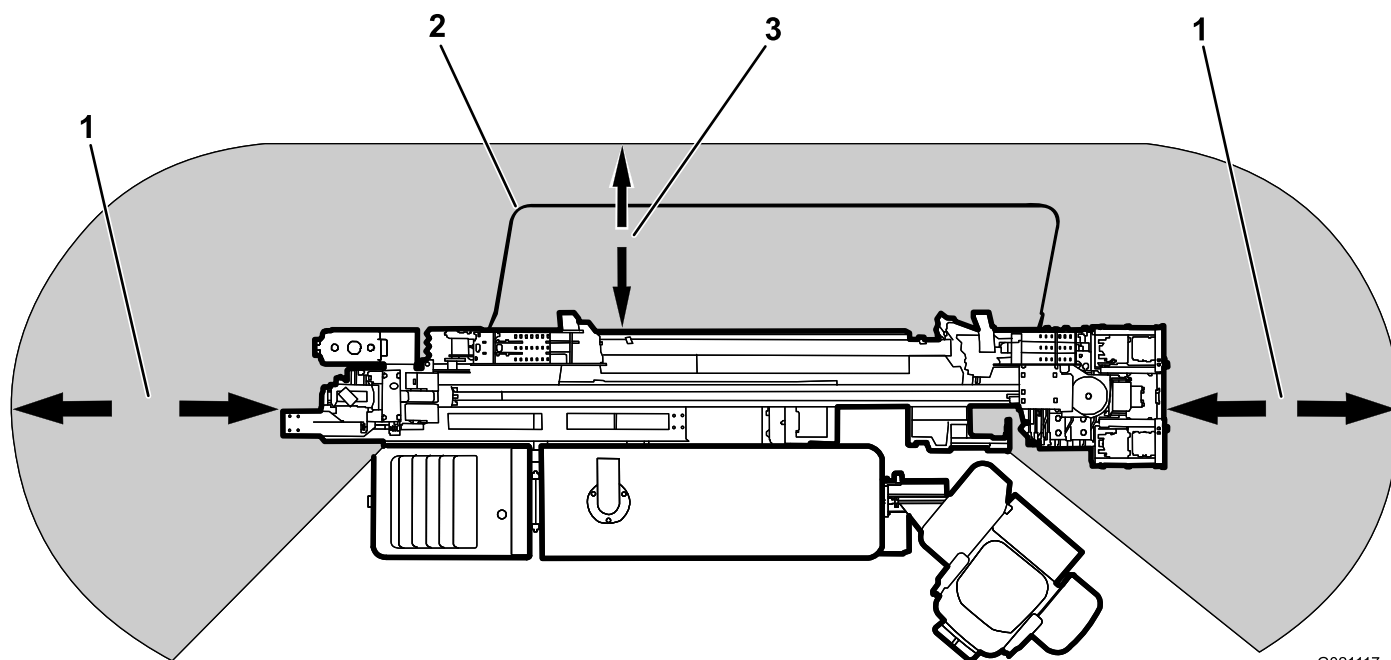

Figura 4
- Abaixe sempre a barra de segurança antes de proceder à perfuração (Figura 4).